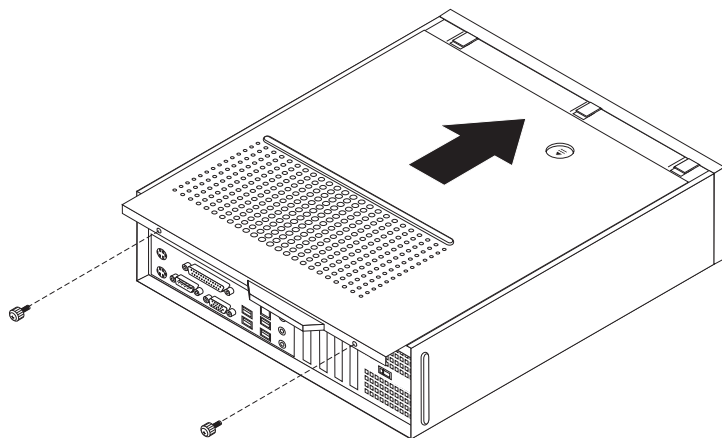

Рисунок 39. Как надвинуть кожух
5. Установите на место кожух компьютера и присоедините шнур питания. Смотрите рис. 39 на стр. 33.